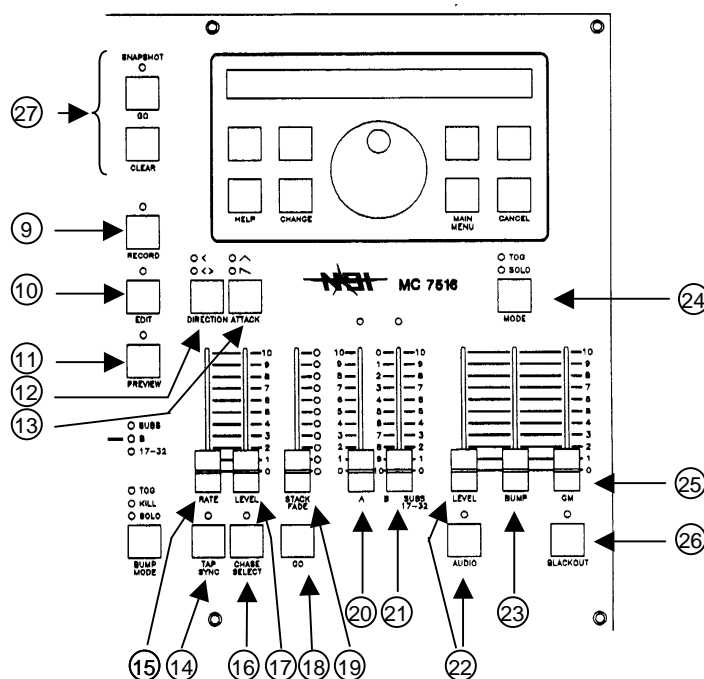

Fig. 3 : Section des masters de la série MC7500
2. **Scene A :** Ces potentiomètres contrôlent l'intensité des circuits de la première préparation : circuits 1 à 16, 1 à 24 ou 1 à 32. Le niveau général de la préparation créée est contrôlé par le potentiomètre général A (voir figure 3).
Le niveau général de la préparation créée est contrôlé par le potentiomètre général B (voir figure 3).